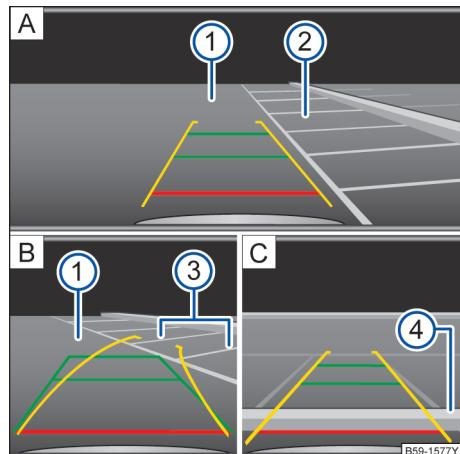

图 163 信息娱乐系统的屏幕显示：利用倒车影像系统泊车（示意图）
→ 图 163 的图例：
- 将车辆驶到停车位 ② 前方→图 163 [A]。
- 缓慢倒车，同时转动方向盘，使黄色定向线沿着侧面的分界线 ③ 进入到所选的车位中 [B]。将车辆对准所选的停车位，令绿色和黄色线与所选停车位的侧面边界线 ③ 重叠。
- 最迟在红色定向线到达后部边界（例如路沿石 ④）时就要停车 [C]。